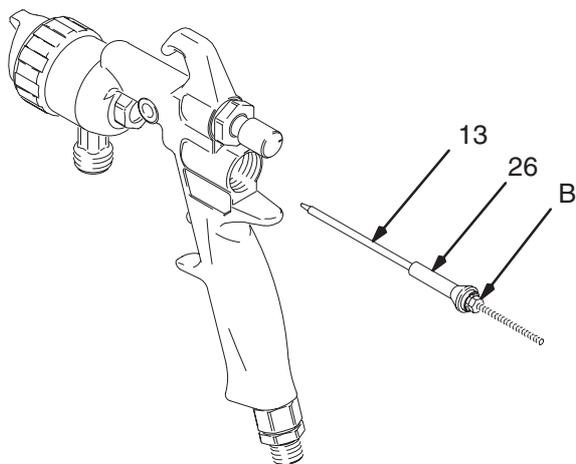

Fig. 32
27. Deslice el separador (4) en la cámara de pulverización (2ª), e instale éste en el cuerpo de la pistola (1). Alinee la cámara con la ranura y el borde (A) del cuerpo de la pistola (1).
28. Apriete a mano la tuerca hexagonal (9) en el separador (4), y después afloje la tuerca aproximadamente una vuelta, de forma que el separador (4) y la cámara de pulverización se asiente con holgura en el cuerpo de la pistola.
29. Revise la aguja de fluido (13) en busca de signos de daños o desgaste excesivo. Reemplace la punta de la aguja o, si fuera necesario, la aguja completa.
30. Lubrique el exterior del nuevo conjunto de válvula de aire (26) y colóquelo en la aguja de fluido (13), contra la tuerca (B). Vea Fig. 32. Esto ayuda a alinear la entrada del vástago de la válvula de aire en el diámetro interior de la copela en U (16) sin dañar los bordes de la copela en U.
31. Instale la aguja de fluido (13) y el conjunto de la válvula de aire (26) en la parte trasera de la pistola.